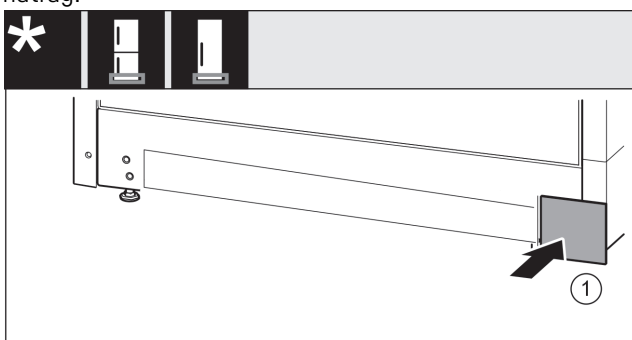

Fig. 16
- Ponovno natakните poklopac Fig. 16 (1) na drugu stranu.